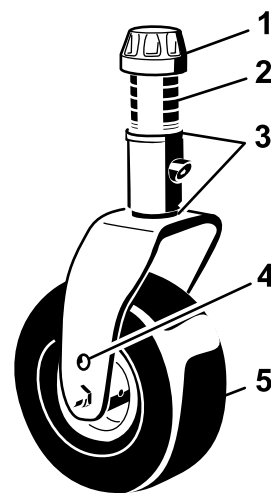

Figura 95
1. Retire el casquillo tensor del eje de la rueda giratoria, y retire el eje del brazo de la rueda giratoria (Figura 95). Vuelva a colocar los suplementos, según sea necesario, para elevar o bajar la rueda giratoria y obtener la inclinación correcta de la unidad de corte.